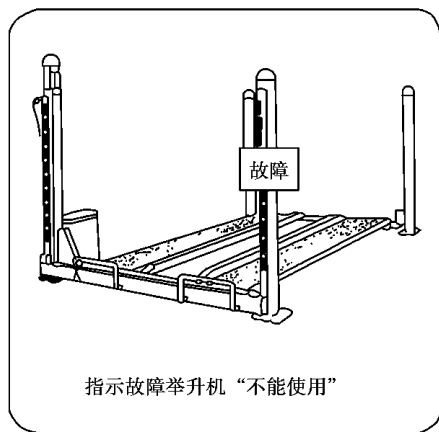

图 3.2.7
(1) 举升时颤抖或跳动;举升后自己慢慢下滑。
- (2) 使用或不使用时都慢慢上升。
- (3) 下降得非常慢, 或从排气孔里喷出液压油。
- (4) 密封盖处有漏油现象。
- (5) 标示有故障的举升机, 如图 3.2.7 所示。遇到上述情况时请及时排除故障, 这些状况会造成危险。